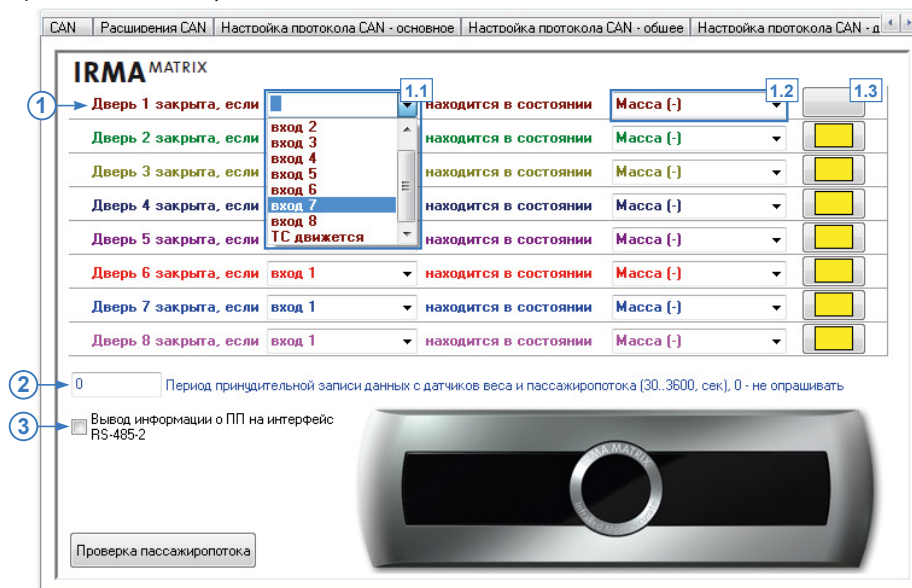

Рис.57. Вкладка «CAN IRMA MATRIX».
Вам будет доступно меню настройки работы датчика (Рис.57).
- Для того чтобы прибор «АвтоГРАФ» определял открытие и закрытие двери транспортного средства при помощи концевиков, для настраиваемой двери (Рис.57, п.1) необходимо:
- выбрать вход прибора «АвтоГРАФ», к которому подключен датчик этой двери, либо выбрать состояние «ТС движется» – при такой настройке дверь считается закрытой всегда во время движения (Рис.57, п.1.1). Движение ТС определяется по скорости и ускорению, вычисленных контроллером «АвтоГРАФ»;
- если закрытие двери определяется по состоянию входа контроллера, то выбрать состояние этого входа, соответствующее закрытию двери (Рис.57, п.1.2). Контроль состояния двери транспортного средства позволяет фильтровать показания датчиков пассажиропотока, когда двери ТС закрыты;
- рекомендуется также настроить входы контроллера. Для быстрого перехода в меню настроек цифровых входов (вкладки «Входы 1-4» и «Входы 5-8») предусмотрены кнопки быстрого перехода (Рис.57, п.1.3).
- Любое изменение состояния датчика фиксируется прибором и записывается в память. Если нет данных для записи, прибор через определенный период времени опрашивает датчик и делает принудительную запись. **Период принудительной записи данных с датчиков веса и пассажиропотока (Рис.57, п.2)** должен указываться в секундах, минимальное значение – 30
- **Опция «Вывод информации о ПП на интерфейс RS-485-2» (Рис.57, п.3)** позволяет передавать данные о пассажиропотоке внешнему устройству по интерфейсу RS-485-2.